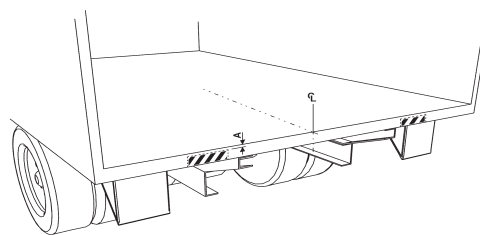

Figura 20. Mida y marque el punto central en el travesaño trasero del vehículo
1. Mida y marque el punto central en el travesaño trasero del vehículo. Véase Figura 20.